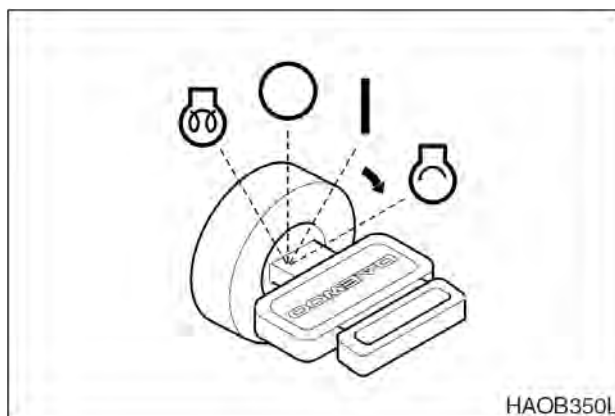

Рис. 6
4. Повернуть стартер в положение запуска (START), рис. 6. Двигатель должен завестись приблизительно через 5 секунд.